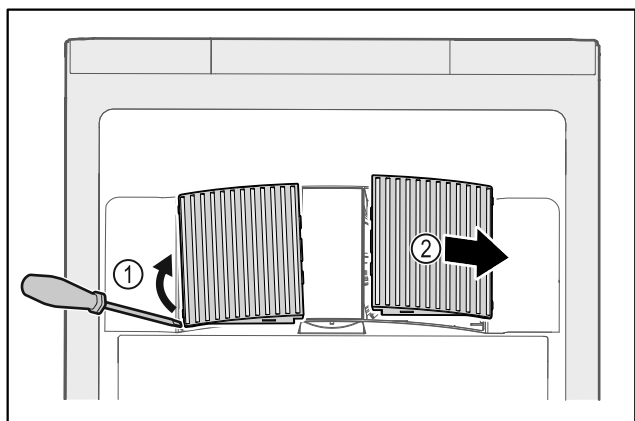

Fig. 165
- ▶ Осторожно подденьте крышки вентилятора сбоку Fig. 165 (1) и снимите их движением вперед Fig. 165 (2).